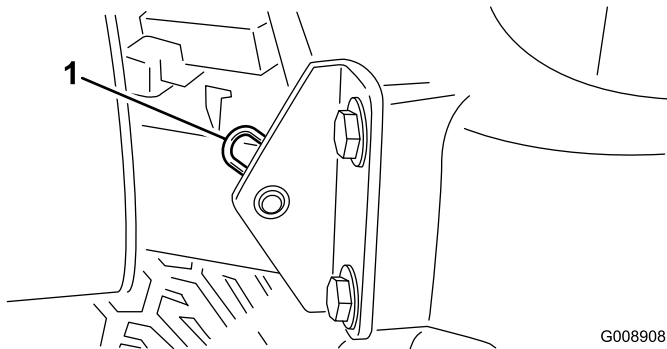

Bild 27
2. Entfernen Sie den Splint, mit dem das Gelenk der Motorhaube an den Befestigungshalterungen befestigt ist (Bild 27).
Hinweis: Für die bündigen Nippel an den Rollen (Bild 27) ist ein Fettspritzenadapter erforderlich. Sie können es mit der Bestellnummer 107-1998 von Ihrem Toro Vertragshändler beziehen.